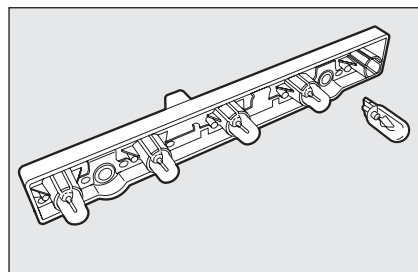

Рис. 26
- извлеките и замените лампы (рис. 26).